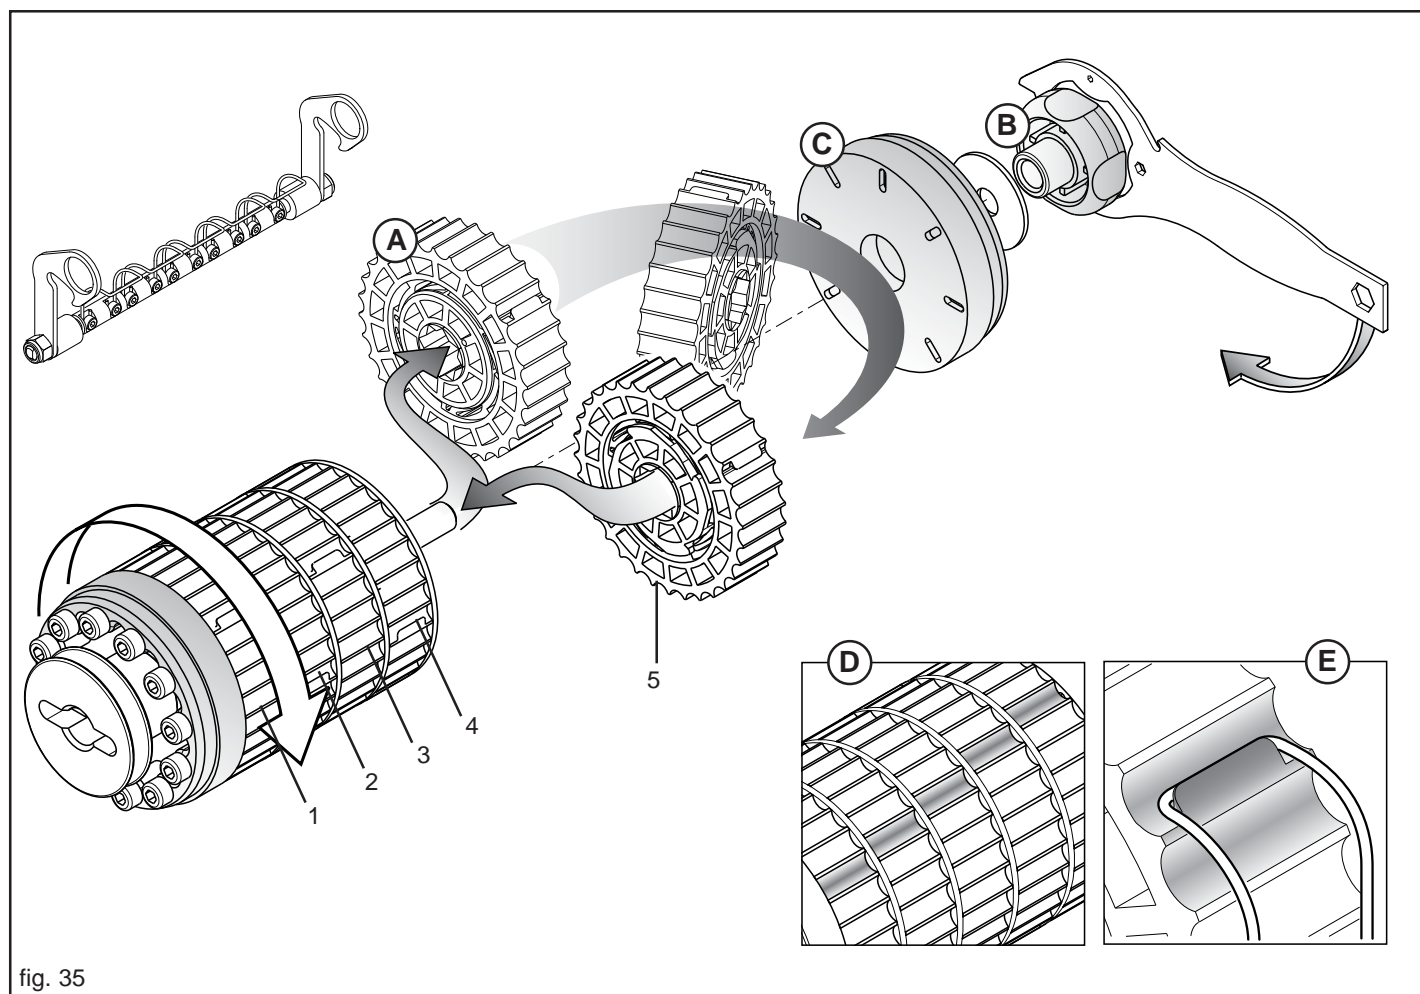

fig. 35
Dit d'abord que chaque secteur (A, Fig. 35) distribue le 20% de produit de l'entier roulement distributif, est possible d'augmenter les secteurs en travail et réduire la vitesse de rotation de la boîte de vitesse, en obtenant une distribution homogène.
Après avoir démonté le roulement de dosage de l'équipement, utiliser la clé en dotation pour dévisser la pommelle (B, Fig. 35) et enlever l'embout de blocage (C). Ôter le secteur ou les secteurs à activer et monter renversés de 180° en **respectant les positions** (1-2-3-4-5, Fig. 35).
Pour monter les secteurs, faire de façon que, en conditions de travail, ceux actifs présentent les gorges distributives ne soit pas alignées (D, Fig. 35), pour garantir la continuité à la distribution.
Bloquer l'élément nettoyant dans la position de travail, en vérifiant que les ressorts crochètent les respectifs secteurs exclus (E, Fig. 35) en bloquant la rotation et donc la distribution.